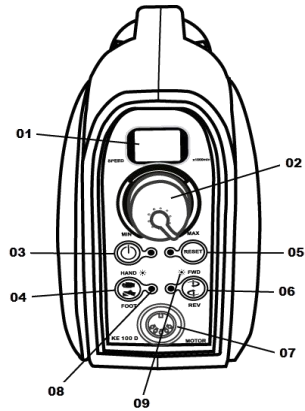

Abbildung 2 (Rückseite)
4. Lösen Sie mit einem Schraubendreher die Befestigungsschraube (03) und entfernen Sie die abgenutzten Kohlebürsten. (05) (Abb. 2)
5. Setzen Sie die neuen Kohlebürsten (05) in den Halter ein und befestigen die Kohlebürsten mit der Befestigungsschraube (03) ordnungsgemäß. Achten Sie hierbei auf den richtigen Sitz der Feder. (04)
6. Drehen Sie die Überwurfmutter(01) wieder fest.
04. Entnehmen Sie die Motorspindel (Abb. 2, 02)